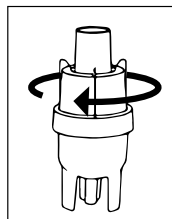

Fig.2
- c. Vuelva a colocar la tapa del nebulizador y gírela para cerrarla; tire suavemente de la tapa para asegurarse de que está segura, Fig 2.